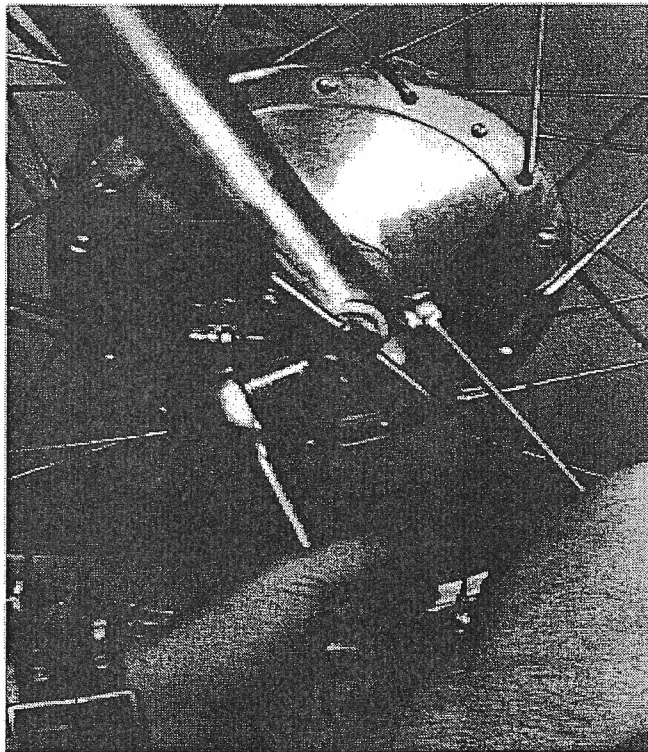

FIG.158
2. Quita las dos tuercas y tornillos de 10 mm que aseguran el brazo de anclaje del freno a la botella izquierda de la horquilla. Afloja y quita la tuerca de 22 mm y su arandela del eje de la rueda. Afloja y quita las dos tuercas de 13 mm y sus dos tornillos que aseguran el eje a cada lado de la horquilla. (Fig. 158)